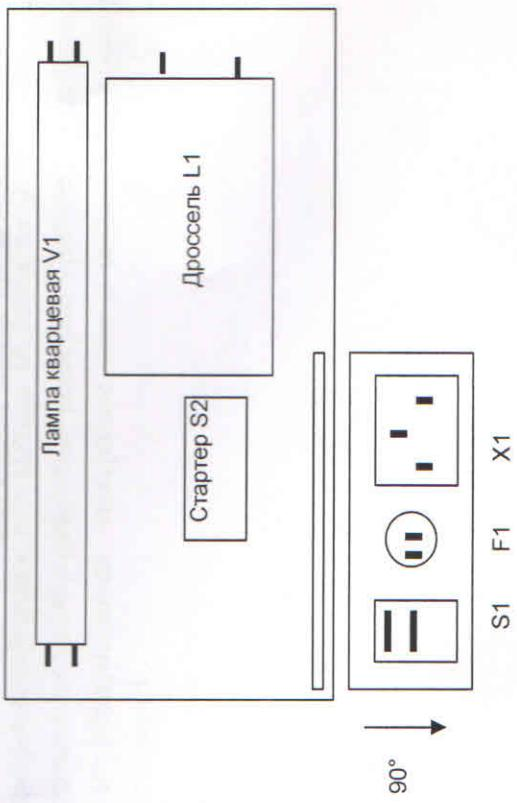

Рис.1. Внешний вид УФО-254
- 5.1. УФО-254 (рис. 1) представляет собой металлический корпус сложной формы.